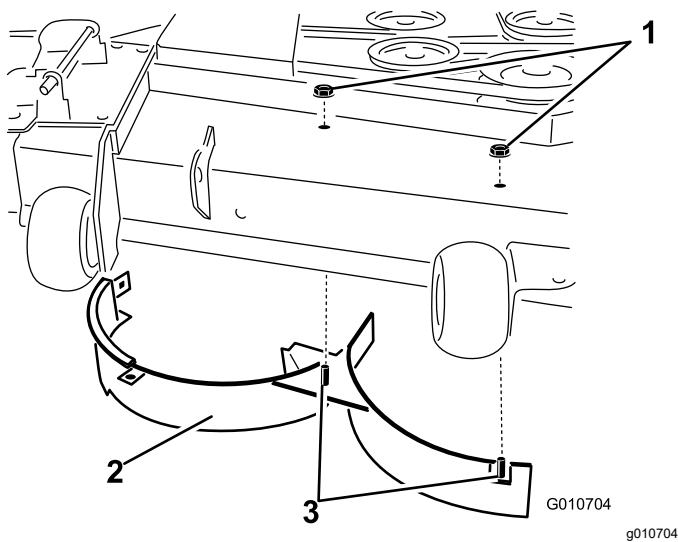

Figura 15
8. Rimuovete i 2 dadi di bloccaggio (5/16") fissati sui perni saldati del deflettore destro in posizione centrale e destra, sulla parte superiore del piatto di taglio (Figura 15).